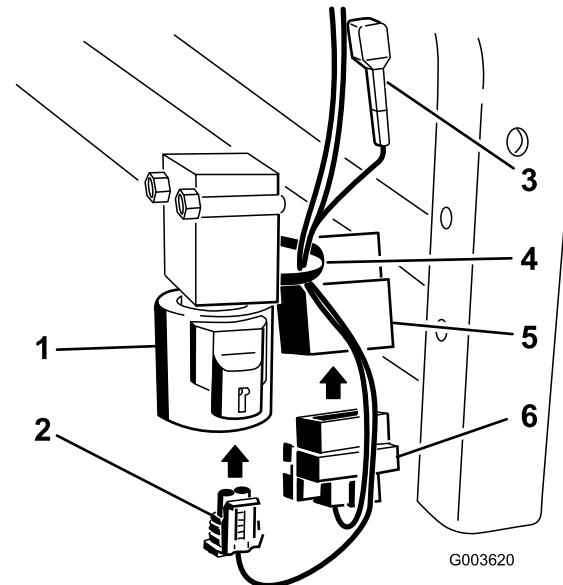

Figura 36
8. Instale o conector quadrado no relé instalado junto da válvula (Figura 36).
9. Instale o conector pequeno na válvula (Figura 36).